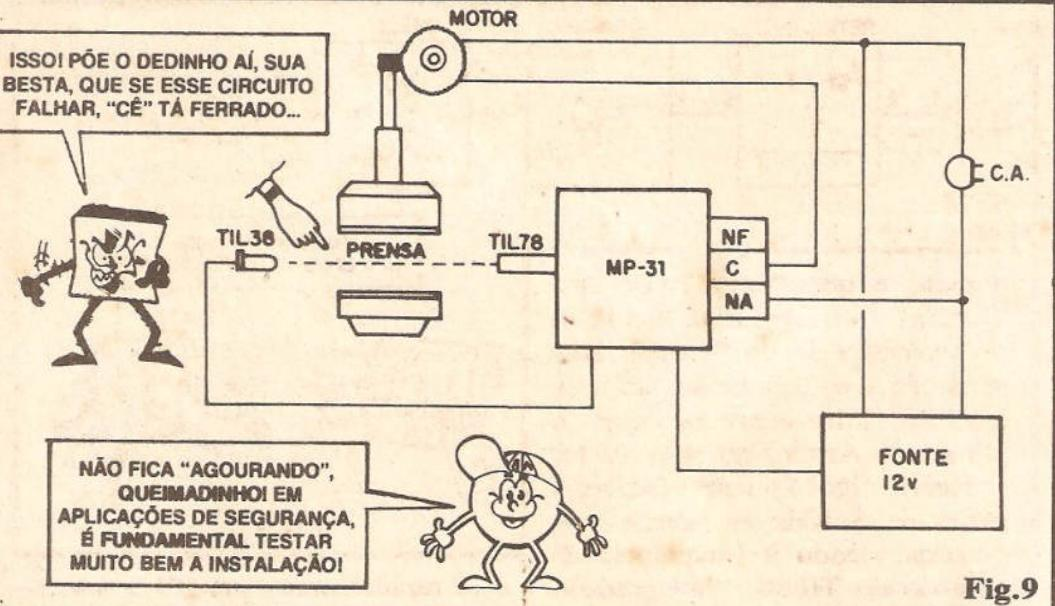

Fig.9
- FIG. 9 - APLICAÇÕES MAIS SOFISTICADAS DA MP-31 - Não só para “vigiar portas” serve o circuito! É só por a imaginação pra funcionar (parem um pouco de imaginar o que vão fazer nessas férias de meio de ano, seus “vagáus”...) que muita coisa pode surgir! O diagrama dá um exemplo “nobre” de aplicação, com o circuito controlando, através de um arranjo ótico e elétrico muito bem feito (e testado...) o motor de acionamento de uma prensa industrial, de modo que - se o operador estiver com as mãos em “zona perigosa” (setor onde a prensa... PRENSA!), o maquinário simplesmente “se recusará” a funcionar! Notem que, se o motor que aciona a dita prensa usar uma Corrente maior do que a oferecida
pelos contatos do relê original da MP-31, será necessária a intermediação de um segundo relê, de alta Potência, que terá a sua bobina controlada pelos contatos do relê do circuito, e seus contatos (digamos para 100A ou 200A) comandando a energização do ditto motor... ATENÇÃO: a estrutura de aplicação mostrada na fig. 9 é uma sugestão prática que, se for levada a termo, deverá ser rigorosamente testada e verificada, com extremo cuidado, antes de ser considerada funcional! NÃO TENTEM fazer isso em casa, usando o poodle da mamãe como cobaia e essas coisas...